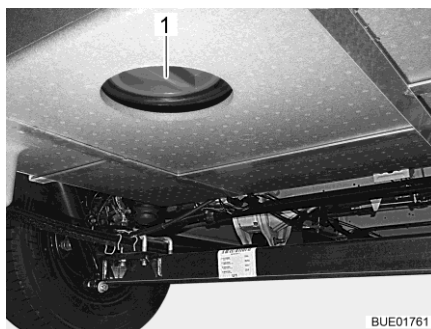

Bild 207 Rengöringsöppning
- Öppna avloppstankens rengöringsöppning (Bild 207,1) och avtappningskranen.